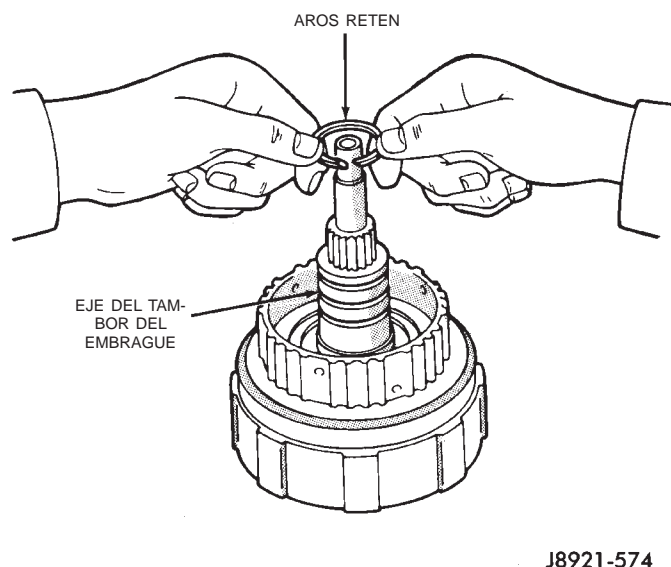

Fig. 246 Desmontaje de los aros retén del tambor del embrague
(18) Retire los tres aros retén del eje del tambor del embrague (Fig. 246).